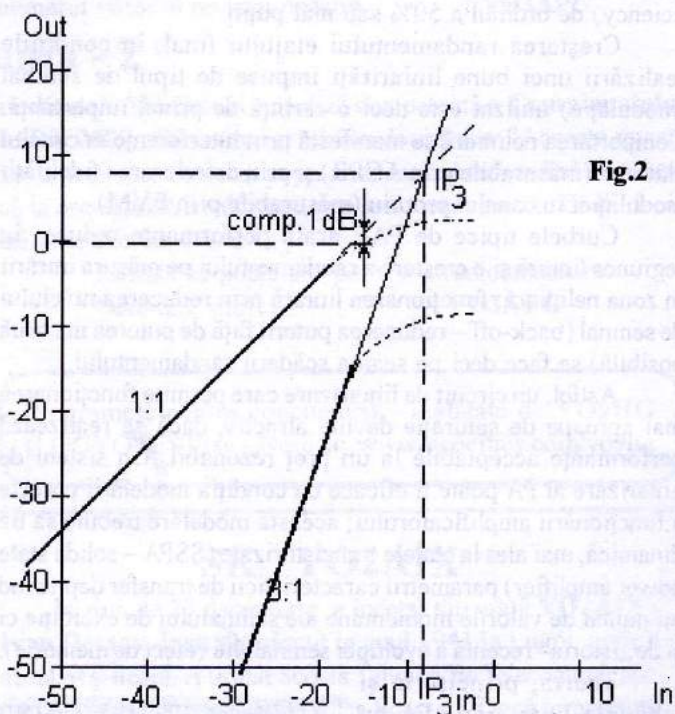

Fig.2
Dacă nivelul de semnal aplicat la intrare variază cu 1 dB, nivelele componentelor IMD variază cu un număr de dB egal cu ordinul lor. Dacă în situația din figură IMD este la -26dB, la creșterea excitației cu 1 dB nivelul IMD va deveni -24dB (semnalul util crește cu 1 dB, IMD cu 3dB, deci diferența lor scade cu 2 dB) și așa mai departe până când, la un moment dat, nivelul IMD3 va deveni egal cu cel al semnalului util. Situația este cea reprezentată în fig.2 unde se vede că cele două drepte au pante diferite și se intersectează în punctul numit IP3 (third order intercept point – numit și TOI).
JO altă cifră ce poate caracteriza liniaritatea (respectiv nivelul maxim de semnal la care funcționarea se mai poate considera liniară) este punctul de compresie de 1 dB, definit ca nivelul la care semnalul se abate cu 1 dB de la dreapta care reprezintă proporționalitatea (Fig.2).
5. În fig.2 blocul funcțional este un amplificator sau un atenuator ? Cât este (aproximativ) atenuarea (sau amplificarea)?
6. În fig.2 cât este valoarea IIP3 și OIP3 ?
7. Arătați cum s-ar putea determina cu ajutorul unui grafic similar cu fig.2 și prin calcul cât este IP3 pentru blocul cu spectrul din fig.1
În fig.2 sunt reprezentate variațiile în timp ale tensiunii de intrare (V_i), care constă într-o succesiune de impulsuri cuasi-triunghiulare, și ale tensiunii de ieșire (V_o), care are forma unei succesiuni de impulsuri perfect dreptunghiulare (meandre).
Semnificația diverselor tensiuni rezulta din fig.2, iar valorile lor pentru diverse tipuri de CI, se iau din cataloage, cu toate că, de la catalog la catalog, ar putea să difere notațiile